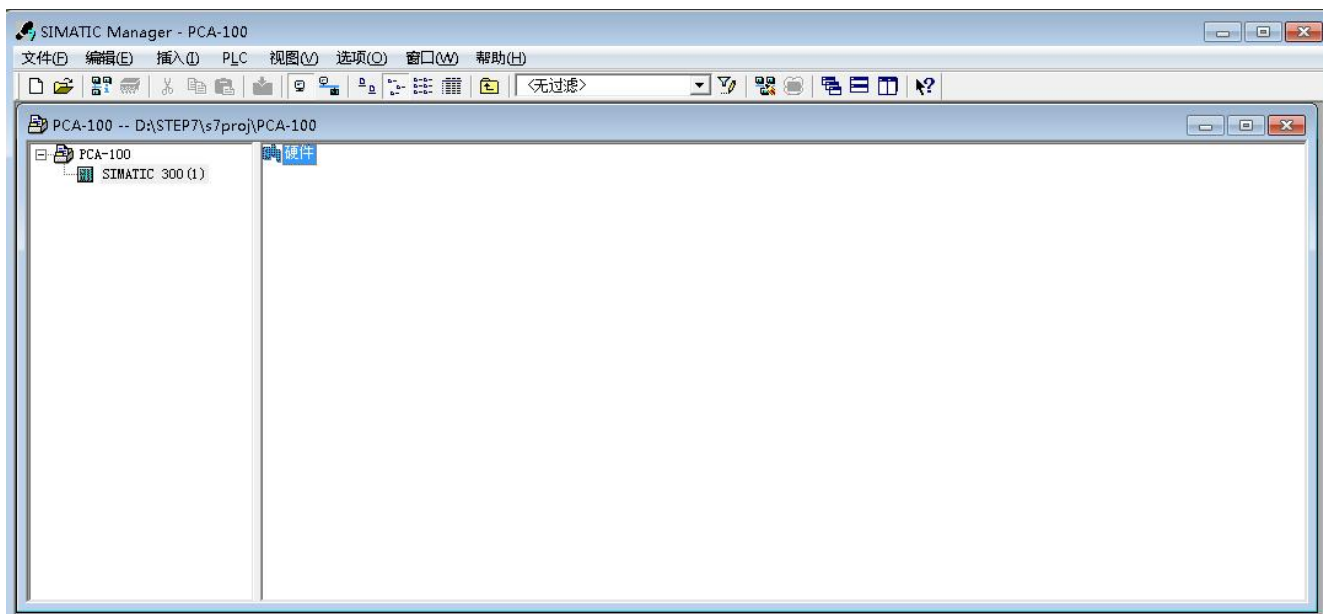

图 4
4. 打开 S7 PLC 硬件设置 SIMATIC 300(1)->Hardware, 双击, 如图 4: